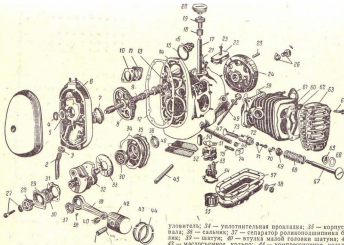

Рис. 80. Двигатель М-72
**Двигатель.** На мотоцикле установлен двухцилиндровый четырехтактный двигатель (рис. 80), который по своим конструктивным особенностям может быть отнесен к разряду форсированных двигателей дорожного типа (несмотря на нижнеклапанный механизм газораспределения), так как степень сжатия, число оборотов и мощность его являются достаточно высокими. Двигатель имеет противоположное расположение цилиндров в горизонтальной плоскости, что обеспечивает хорошее уравнивание сил инерции кривошипно-шатунного механизма и надежное охлаждение. К двигателю крепится коробка перемены передач, соединяющаяся с двигателем при помощи муфты сцепления.